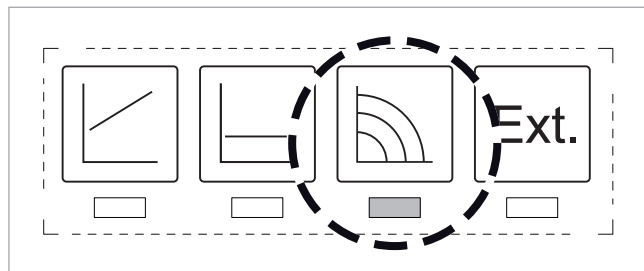

Fig. 35: Definir a velocidade constante
2. Definir a velocidade constante, ver → Fig. 35. Para o efeito, se necessário, premir várias vezes o botão de comando superior.